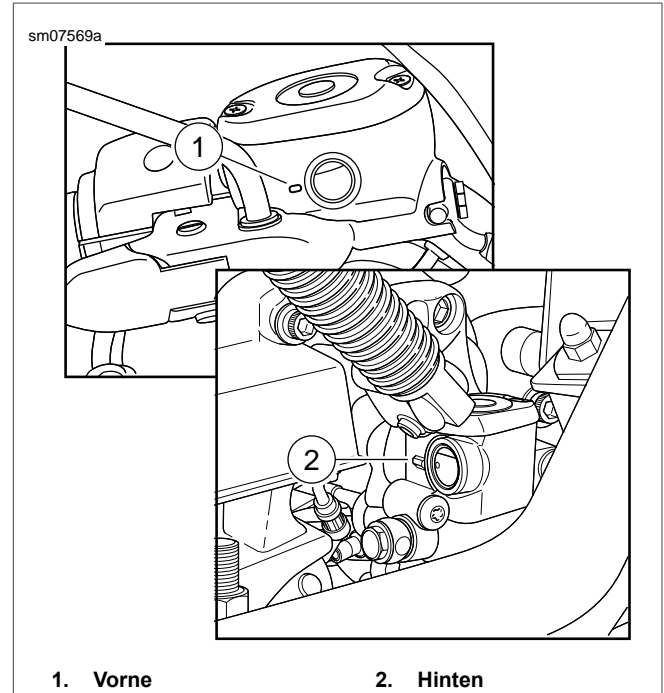

Abbildung 44. Niedrigstandmarkierung der Bremsflüssigkeit
Siehe Abbildung 44. Den Flüssigkeitsstand im Sichtglas des Behälters mit der Niedrigstand-Markierung (1) vergleichen.